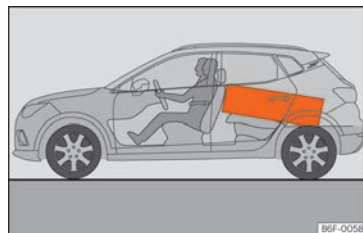

Fig. 161 Los objetos pesados deberían transportarse lo más adelante posible.
- Coloque los objetos pesados en la parte delantera del maletero, lo más al fondo posible »»» **fig. 161**.